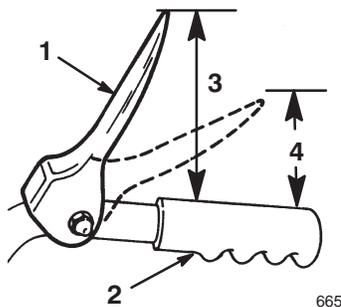

Bild 6
2. Stellen Sie die beiden Bundmutter durch Drehen der Fahrtriebsstange nach oben oder unten so ein, dass der Abstand zwischen der Oberkante des Handgriffs und der Unterkante des Fahrtriebshebels ca. 11 cm beträgt (Bild 6).
Hinweis: Die Einstellung ist korrekt, wenn die Räder aufhören, rückwärts zu rollen, und der Abstand zwischen der Oberseite des Handgriffs und der Unterseite des Fahrtriebshebels 2,5 bis 5 cm beträgt (Bild 6).